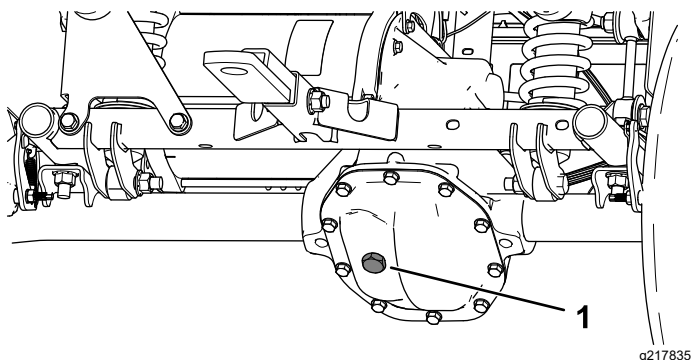

Figura 47
4. Togliete il tappo di riempimento sul transaxle (Figura 47).
4. Togliete il tappo di riempimento sul transaxle e riempite il transaxle con il fluido indicato sinché non fuoriesce dal foro di riempimento (Figura 47).
5. Se il livello del fluido è basso, togliete il tappo di riempimento e aggiungete il fluido specificato finché non fuoriesce (Figura 47).